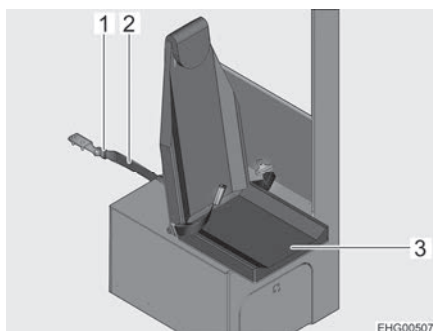

Bild 37 Säkra hopfällbar stol
- Sätt i säkerhetsremmen (Bild 37,2) i bältlåset (Bild 37,1).
- Fäll ned sittytan (Bild 37,3).